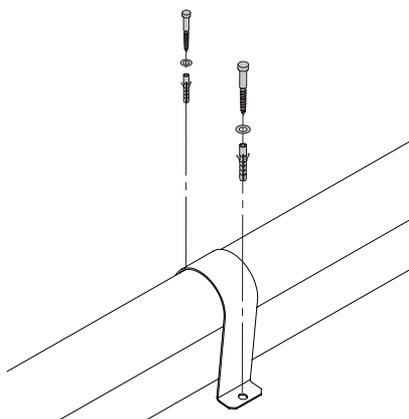

Fig. 26 Fissare i tubi e le fascette nella stiva di stoccaggio
- ▶ Per le sonde più lontane e i tubi più lunghi, entrambi i tubi dovrebbero essere fissati insieme al pavimento della stiva con le clips di fissaggio (accessorio) – Fig. 26.
- ▶ Fissare le sonde e le clips di fissaggio al pavimento con 2 viti da legno a testa esagonale 6x50 e rondelle a U – Fig. 26.